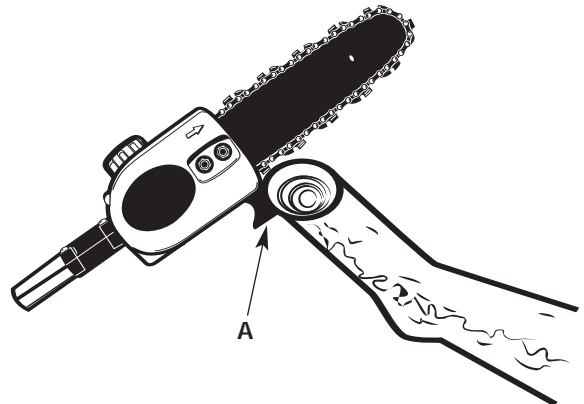

Fig. 7
1. Lorsque vous utilisez l'ébrancheuse, appuyez le pied (A) de l'ébrancheuse contre la branche que vous voulez couper. (Fig. 7)